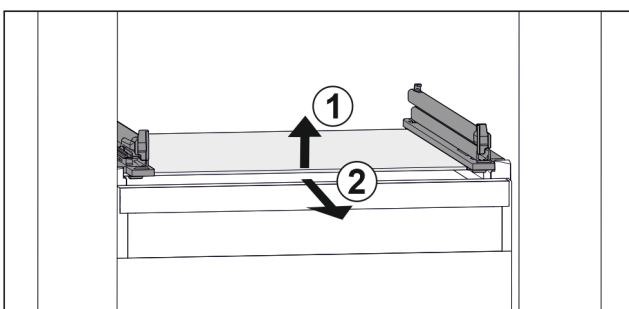

Fig. 167 Примерно изображение на стъклената плоча
- ▶ Повдигнете стъклената плоча отпред. Fig. 167 (1)
- ▶ Извадете стъклената плоча напред. Fig. 167 (2)